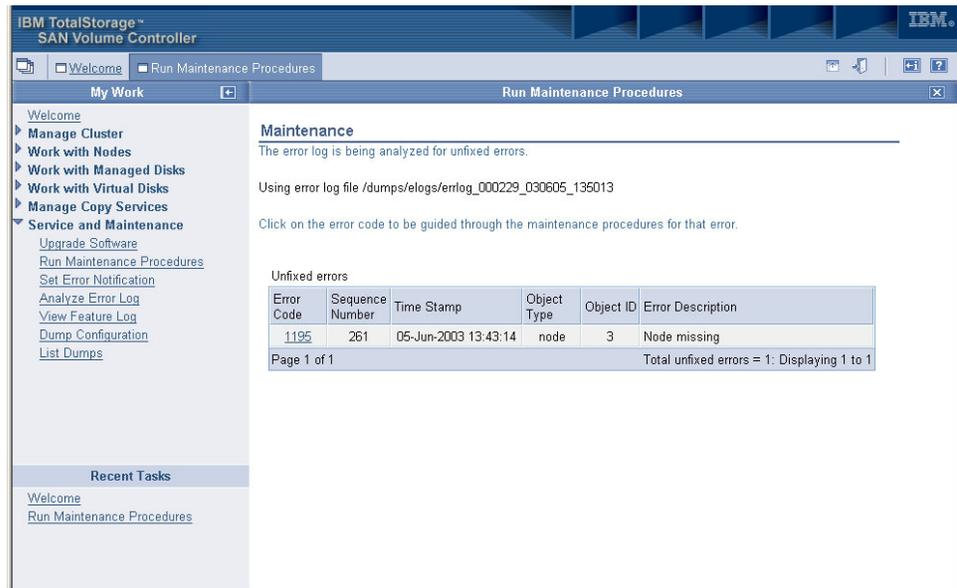

図 50. 分析を開始して表示される内容の例
2. 「保守手順」のパネルから、「分析の開始」をクリックして 図 50 に見られる内容を表示します。
図 50 に未修正エラーのリストを示します。この例は、修復を必要とするエラーが 1 つのみであることを示します。リストには、修復を必要とするエラーをいくつでも含めることができます。リストの上部のエラーは、優先順位が最も高く、常に最初に修正する必要があります。優先順位の高いエラーを最初に修正しないと、優先順位が下位のエラーを修正できない場合があります。